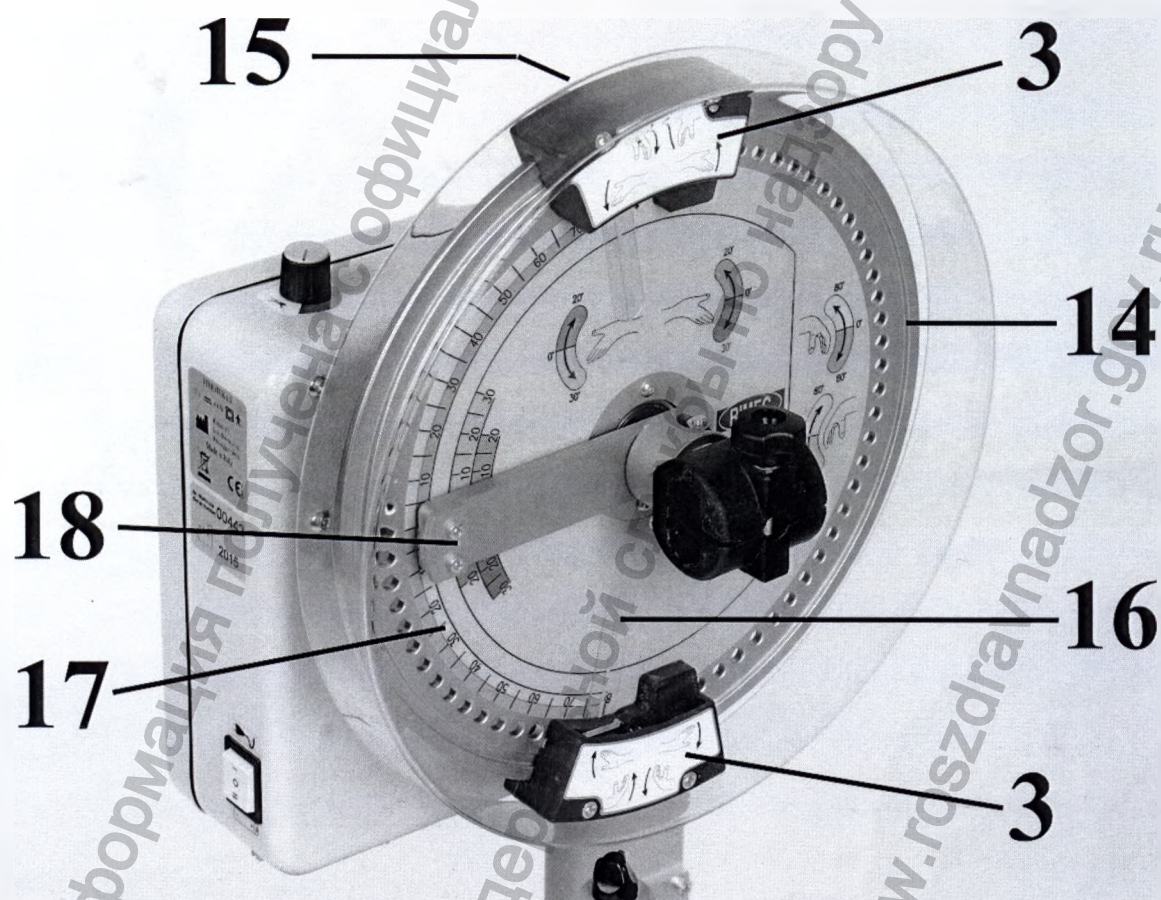

Рис.8
Движки (3) задают с двух сторон пределы для углового движения механической руки: они могут скользить по краю диска (14) и зафиксированы по отношению к диску при помощи пружинных штифтов (15). На движках есть разметка (16), которая позволит вам найти нужную точку на шкале с делениями (17), см. Рис.8.